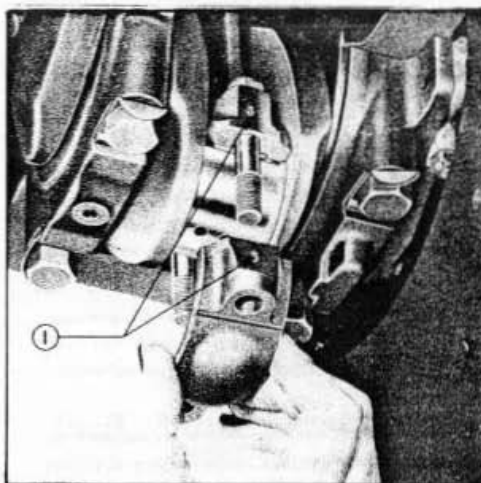

Fig. 23 = Repose d'une bielle
10. Mettre en place la moitié inférieure du coussinet dans le chapeau de bielle, en faisant coïncider la languette du coussinet avec son logement; remonter le chapeau, en faisant correspondre les numéros du chapeau et de la bielle (Fig. 23); enduire largement le coussinet d'huile propre.